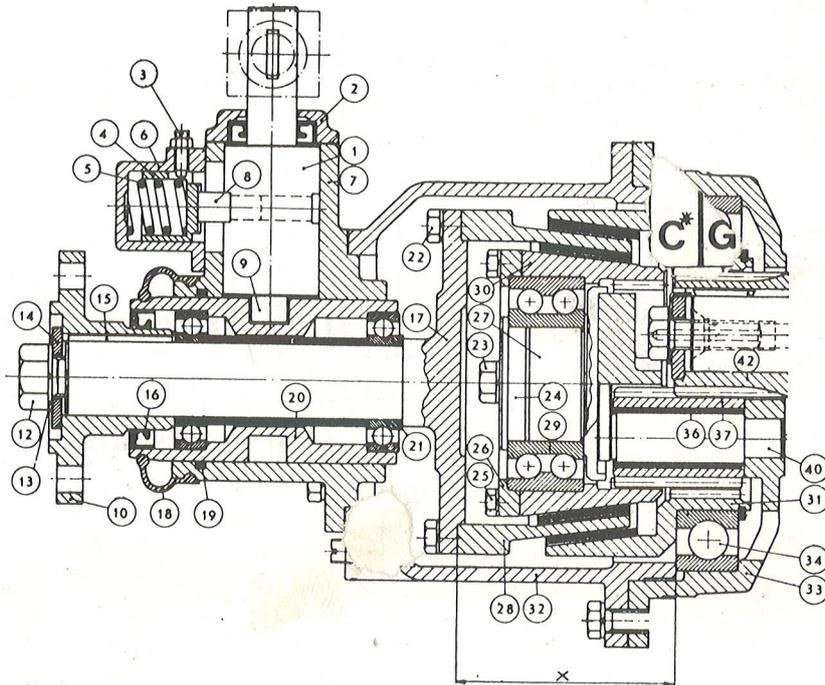

Figure 57. Réducteur type RB, démultiplication 1,87:1
1. Enlever la vis (12, figure 57), démonter la bride d'accouplement (10) et déposer le soufflet (18). Il n'est pas nécessaire d'enlever la clavette (15).
2. Démonter le boîtier de blocage (6), le ressort (5), la douille (4) et la goupille de verrouillage (8).
3. Démonter le levier d'inverseur de l'arbre de commande (1). Remarque: Noter la clavette. Démonter ensuite le couvercle (2). Retirer l'arbre de commande (1) et l'axe (9). Noter la position de cet axe qui est repéré sur les deux côtés. Voir également "Montage".
4. Enlever les vis de fixation du boîtier d'inverseur (32) sur le carter (33). Frapper légèrement sur le carter avec un maillet en caoutchouc pour le détacher.
5. Enlever les vis (22) et démonter l'arbre (17) avec la douille (20).
6. Enlever les vis (23) et la rondelle (24). Visser l'une des vis (23) dans l'alésage central du porte-palier (27) et extraire le pignon (30). S'il faut démonter le roulement à billes (29) du pignon, enlever les vis (25) et la bague (26) avant d'extraire le roulement.
7. Démonter le cône (28).
8. Sortir le pignon (31) et le roulement (34) du carter (33). Pour faciliter le démontage, se servir d'un mandrin qu'on introduit dans les deux alésages du carter (33) et qu'on frappe dessus pour détacher la bague de roulement.
9. Extraire l'arbre (40) avec le pignon (37) et le roulement (36).
Poser la cône (28) dans le pignon (31) et mesurer la cote "X" donnée sur la figure 57. C'est la différence entre 85 mm et cette cote "X" qui détermine l'augmentation nécessaire de l'épaisseur de la rondelle de réglage (21). Si la cote "X" relevée est de 83 mm par exemple, il faudra mettre une rondelle de 2 mm d'épaisseur. Si l'usure atteint un tel degré que cette cote "X" est réduite à moins de 81 mm, il faudra remplacer les pièces usées. Les garnitures de frottement dans le pignon et le cône ne sont pas échangeables.